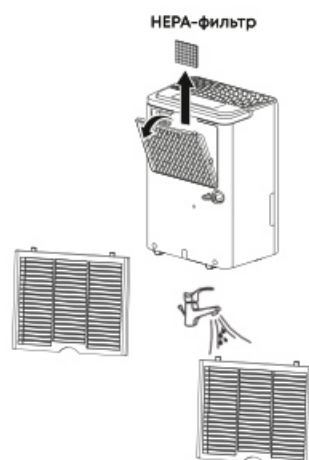

Рис. 5.
8. Чистка фильтра (Рис. 5). Достаньте нейлоновый фильтр, промойте его в мыльной воде, прополощите в чистой воде, высушите и вставьте на место. В среднем, необходимо проводить чистку нейлоновых фильтров не реже чем раз в две недели при постоянном использовании иначе производительность прибора может снизиться. Достаньте HEPA-фильтр. Необходимо чистить HEPA-фильтр каждые три месяца. Для его очистки используйте пылесос. После очистки фильтра установите фильтр перед использованием прибора.